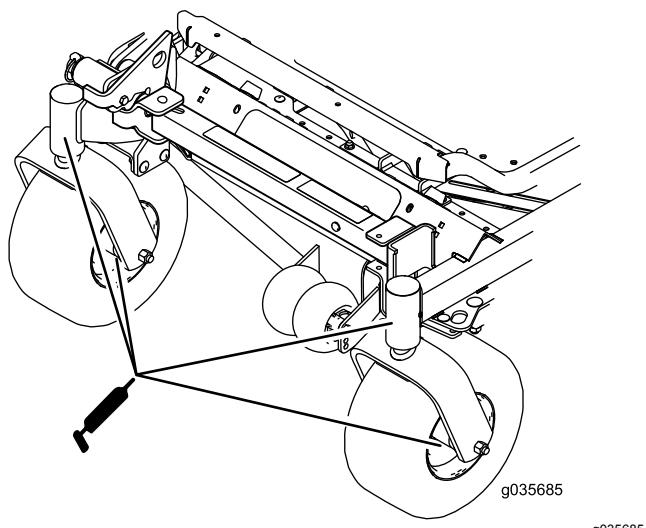

Bild 52
12. Setzen Sie die Sechskantschraube ein und den Staubdeckel auf (Bild 52).